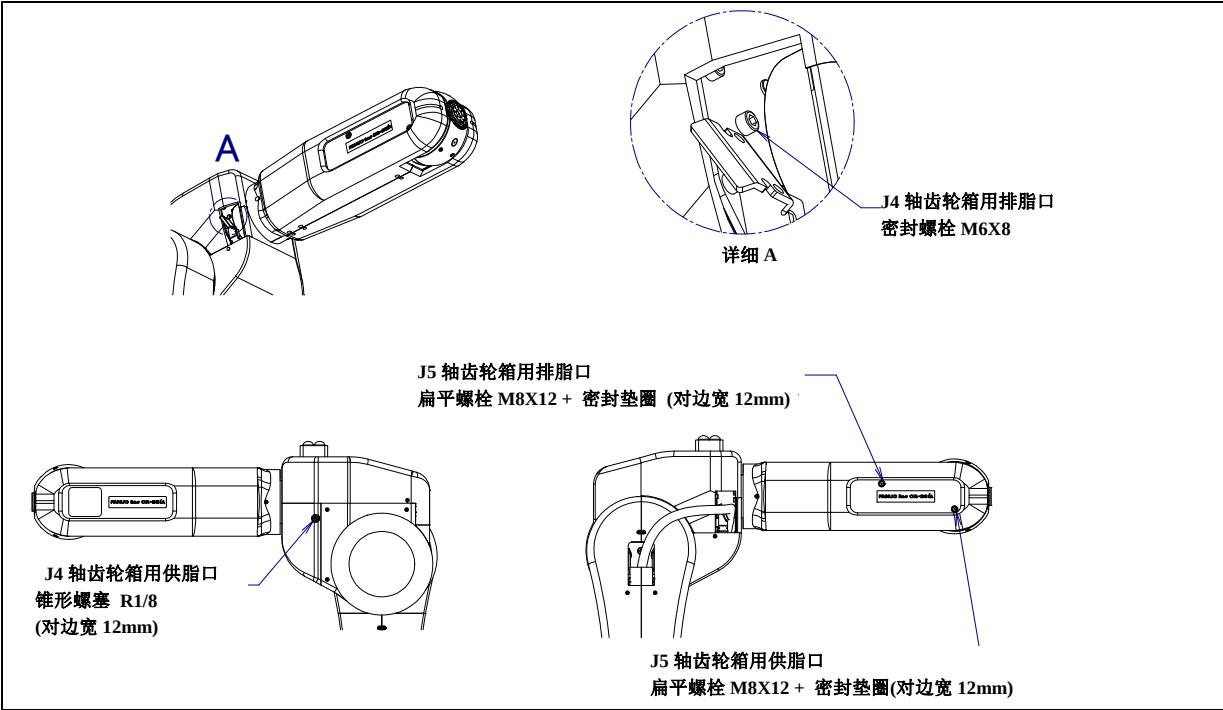

图 7.3.3.2 (a) J4,J5 轴齿轮箱的供脂部位
- 3 拆除排脂口的密封螺栓。(图 7.3.3.2 (a))